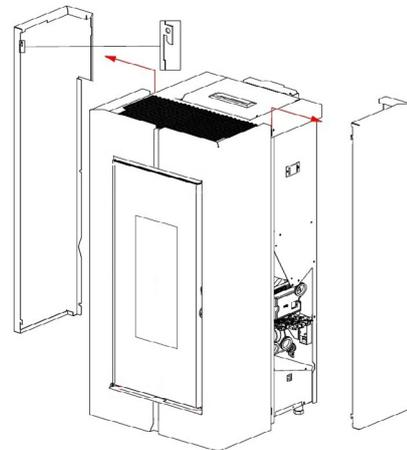

Fig. 38 - Aushaken der Seiten
- Die hinteren Seiten aushaken (siehe **Fig. 38 auf S. 22**).